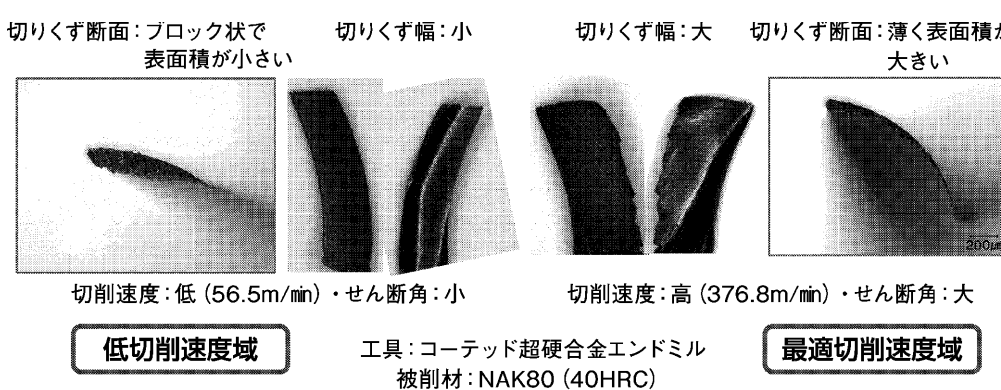

図1 エンドミル切削における切削速度と切りくず形状例
図1は切削速度と切りくず形状の関係例を示している。切りくず形状に変化が生じていることが分かる。最少切り込み量は、仕上げ切削時に、全ての切れ刃が機能する最少の切り込み量である。最少切り込み量は、切れ刃エッジ部形状、複数の切れ刃位置のバラつき精度などで決定する。一方、エンドミルの最適な選択も、現状、ユーザーに任せられている。とりわけ、荒切削におけるエンドミルの選択では、大きな差異が生じている。例えば、荒切削におけるエンドミルの選択は、被削材と加工形状から①素材の上面から切削の素材の外周部から切削③それらの併用の切削に分けられる。